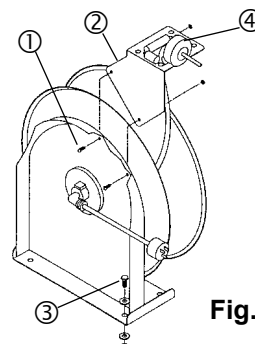

Fig. 2
3. Fijar el carrete en su sitio sobre el piso, la pared o el techo, usando cuatro pernos (3)(provistos por el cliente)(Fig.2). **CUIDADO - El carrete es pesado, ¡montarlo para que quede firme! Pernos de fijación recomendados de 6 mm (¼-20).**